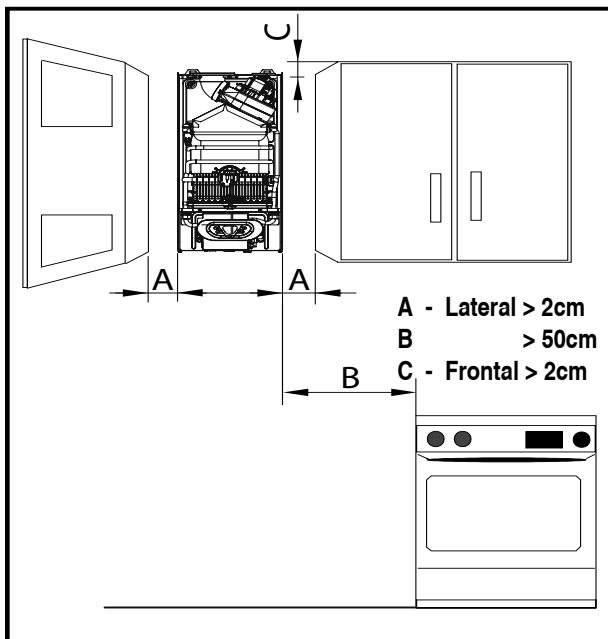

fig. 7 - Distancias mínimas
- 1 - Abra el embalaje, dentro encontrará la plantilla de montaje. Situela en la pared a la altura apropiada (**verificar las distancia, ver fig.7**) asegurándose de que la plantilla esté lo mas horizontal posible ( utilizar un nivel ).